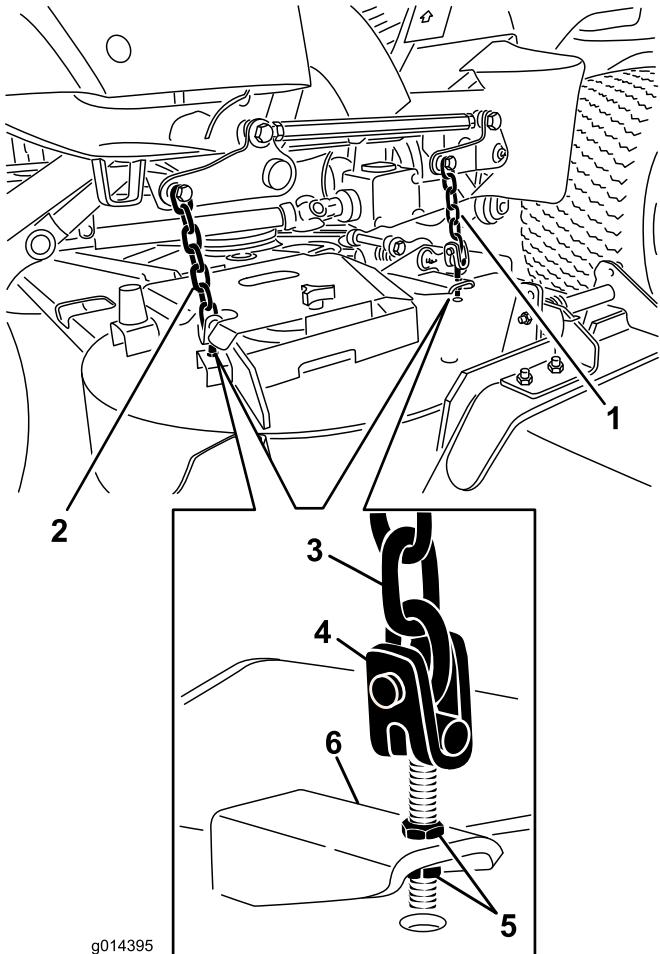

Figura 70
8. Regolate i controdadi che fissano le forcelle/catene della scocca al piatto di taglio, fino a livellare il piatto di taglio (Figura 70).
7. Regolate i controdadi che fissano le forcille/catene della scocca al piatto di taglio, finché il passo della lama non è di 8 mm (Figura 70).